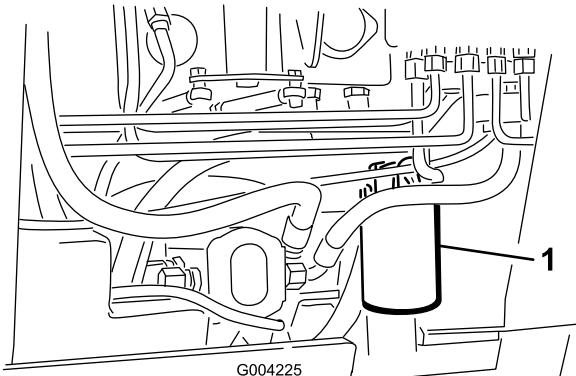

Figura 56
4. Collocate una bacinella di spурgo sotto il filtro (Figura 56).
5. Togliete il filtro usato (Figura 56) e pulite la superficie della guarnizione dell'adattatore del filtro.
7. Montate il filtro idraulico di ricambio sull'adattatore del filtro (Figura 56). Girate il filtro in senso orario finché la guarnizione di gomma non tocca l'adattatore, quindi serrate il filtro di un altro 3/4 di giro.